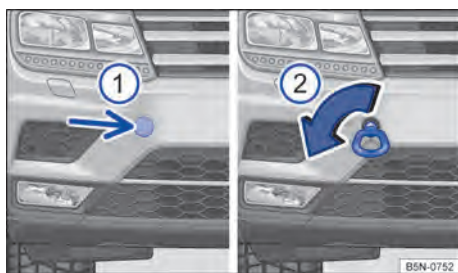

Fig. 232 En el lado derecho del paragolpes delantero: argolla de remolque.
- Presione en la zona correspondiente de la tapa (flecha) para desencastrarla → fig. 232 ①.
- Enrosque la argolla de remolque en el alojamiento girándola al máximo **en el sentido contrario al de las agujas del reloj** → fig. 232 ② → ①. Utilice un objeto adecuado con el que pueda enroscar completa y fijamente la argolla de remolque en su alojamiento.